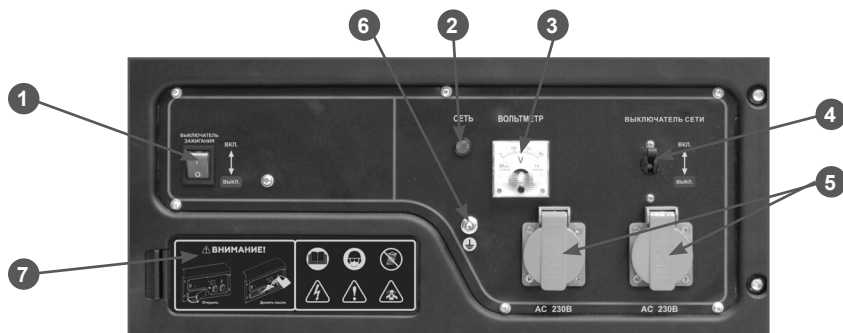

Рис. 3 Панель управления
2. Отключите все потребители электроэнергии от генератора и установите выключатель сети (Рис. 3 п. 4) в положение выключено.
3. Выключатель зажигания (Рис. 3 п. 1) установите в положение «ВКЛ».